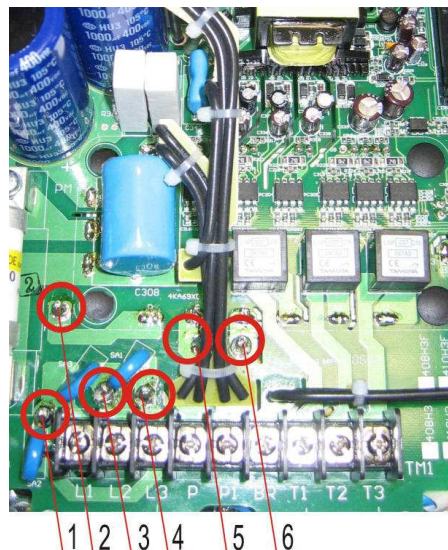

Рисунок 7.6
7.2.8 Взять плату драйверов, удалить установленные между точками 1...6 проволочные перемычки (см. рис. 7.6). Перемычки расположены на нижней стороне платы (противоположной стороне установки элементов).